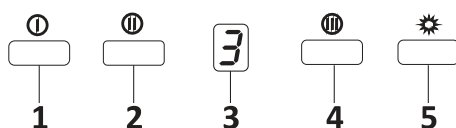

Figure 18: 3 velocidades interruptor
1. Pressione este botão para reiniciar o seu produto. Ao pressionar este botão, o produto irá funcionar no primeiro nível de velocidade. (Fig.18).
2. Ao pressionar este botão, o produto irá funcionar no segundo nível de velocidade. (Fig.18).
4. Ao pressionar este botão, o produto irá funcionar no terceiro nível de velocidade. (Fig.18).
5. Pressione este botão para ligar e desligar a lâmpada. Fig.18.
6. Todas as funções ativas que funcionaram antes de ativar a função "cronómetro" serão desativadas após 15 minutos. Todas as funções ativas executadas depois de ativar a função do cronómetro serão reativadas após 15 minutos. Figure 18